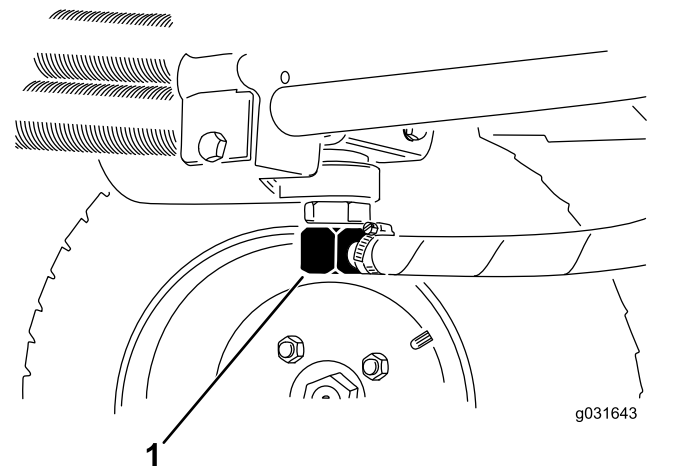
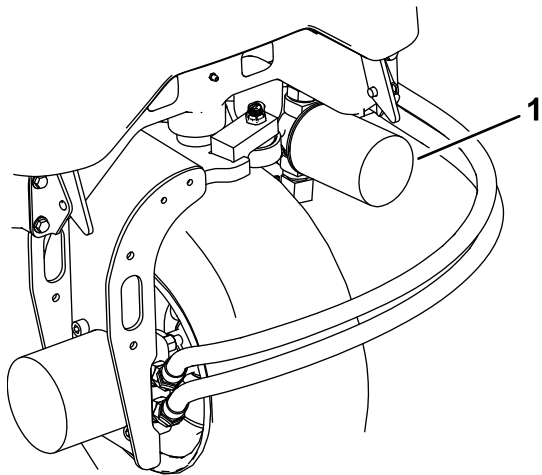

Figure 66
Figure 68
2. Débranchez la conduite hydraulique ou enlevez le filtre hydraulique et laissez couler l'huile dans un bac de vidange (Figure 68 et Figure 66).
3. Rebranchez la conduite hydraulique quand la vidange est terminée (Figure 66).
- Nettoyez la surface autour de la zone de montage du filtre et déposez le filtre (Figure 68).